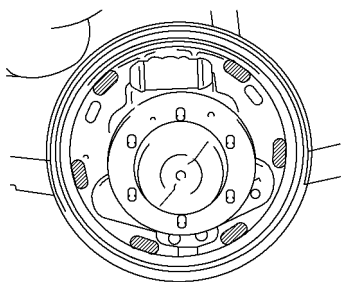

图 15-108 在后挡板和蹄片的滑动面上涂敷耐高温润滑脂
(4) 如图 15-108 所示，在后挡板和蹄片的滑动面上涂敷耐高温润滑脂。